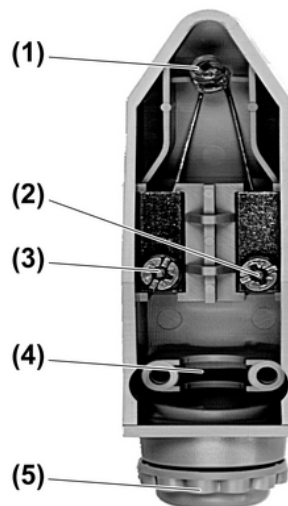
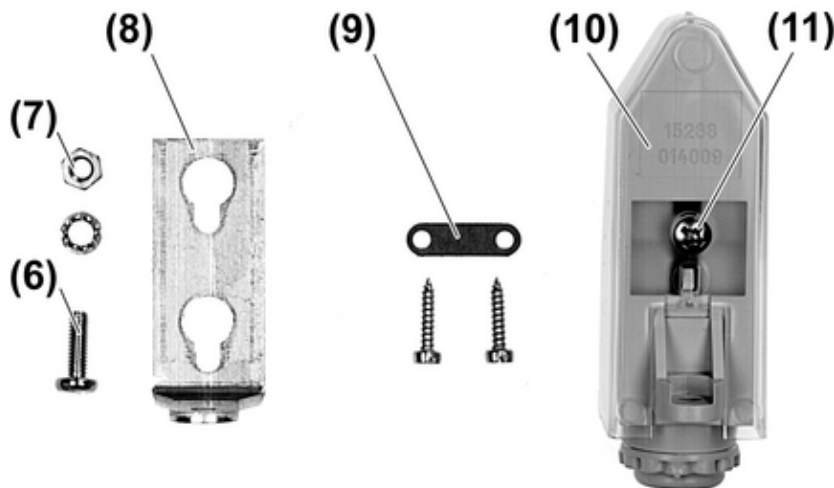

Figure 1: Vue avant du capteur solaire
Figure 2: Capteur solaire et accessoires fournis
- Monter le capteur solaire avec l'équerre de fixation (8) dans un endroit idéal pour la mesure de la luminosité avec l'entrée du câble vers le bas (figure 2).
- Relier l'équerre de fixation (8) et le boîtier à l'aide des vis (6), rondelles et écrous (7) fournis.
- Insérer le câble du capteur vers le bas (5) dans le boîtier.
- Raccorder le câble du capteur aux bornes de raccordement Soleil (2) et Masse (3) (figure 1).
- Fixer le câble du capteur avec le serre-câble (9).
- Pousser le couvercle de boîtier transparent (10) du haut jusqu'à ce qu'il s'enclenche et le fixer à l'arrière avec les vis fournies (11) (figure 2).